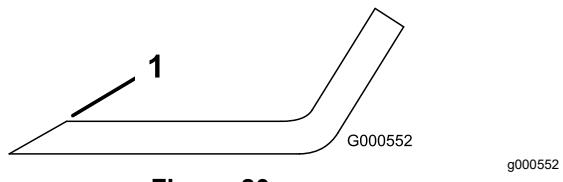

Figura 80
**Nota:** Se la lama non è bilanciata, limate del metallo soltanto dalla costa (Figura 80).
1. Affilate i taglienti da entrambe le estremità della lama con una lima (Figura 80).